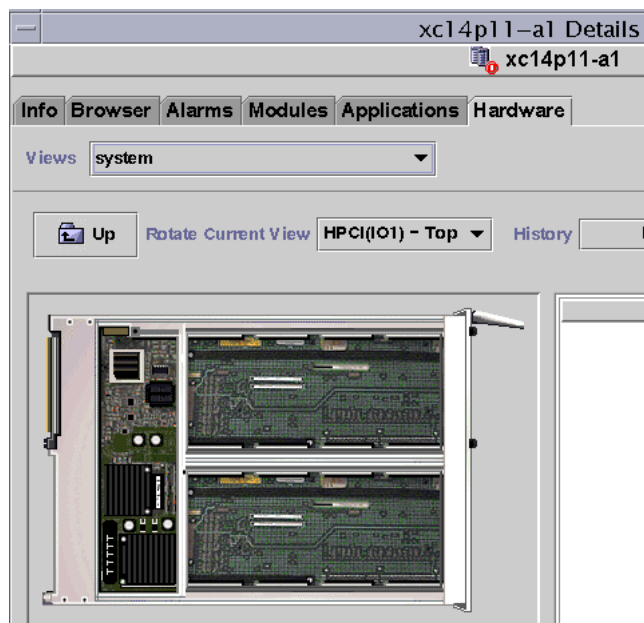

图 5-7 域物理视图中 HPCI 板的顶端
5. 单击 Sun Fire 15K/12K 域的底端插槽中的某一块 HPCI 板，以显示 HPCI 板的顶端的物理视图（图 5-7）。